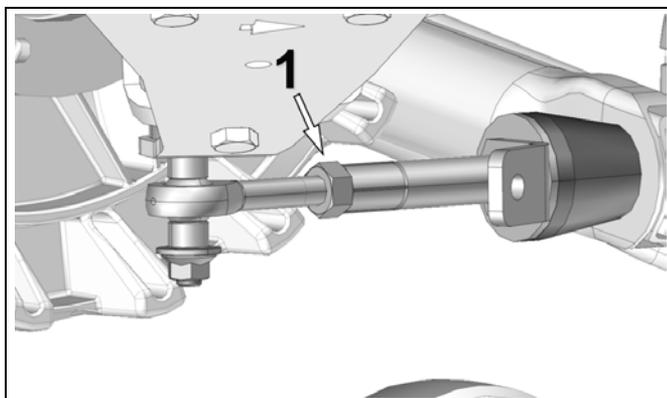

Abbildung 6
- Wenn der Anstellwinkel korrekt eingestellt ist, schrauben Sie die Gegenmutter (1) wieder gegen den Stabilisierungsarm mit einem Anzugsmoment von 40 N•m [30 lb•ft] fest. Siehe Abbildung 6.